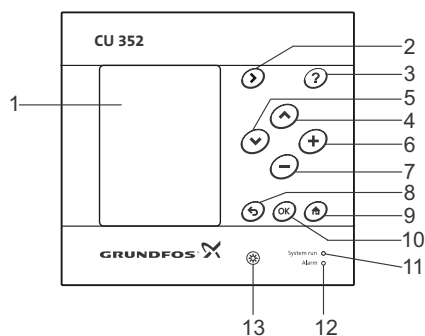

Fig. 9 Betjeningspanel
Tasterne (pos. 2 til 10 i fig. 9) på CU 352 er aktive når der er lys i dem.
7.2.1 Pil til højre (2)